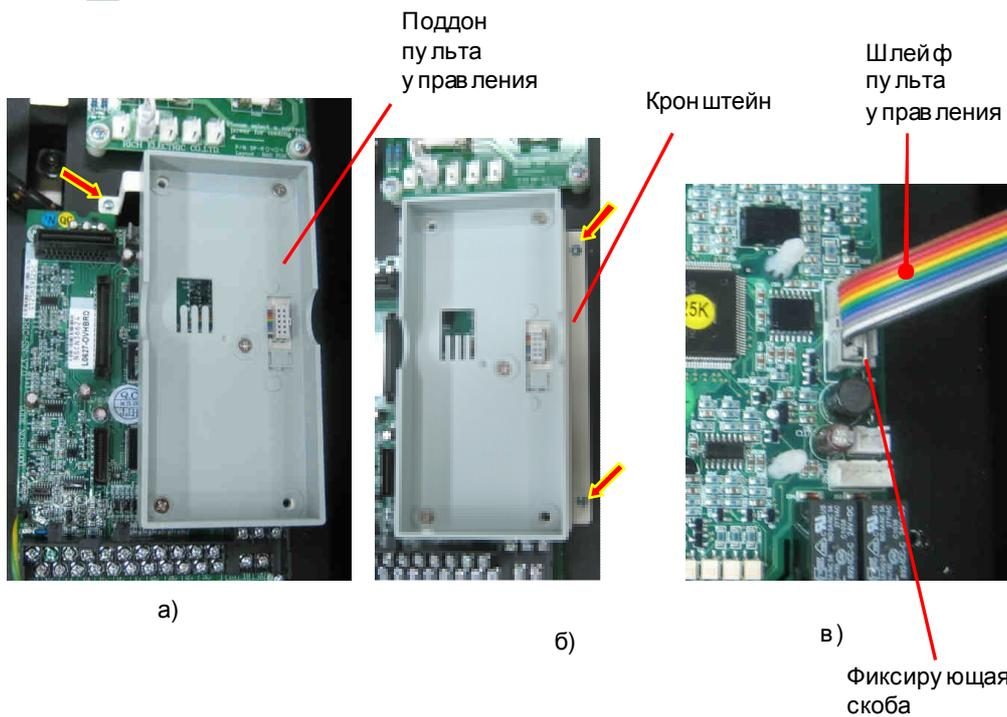

Рис. 6.3.
1. Выкрутить три винта крепления кронштейна поддона пульта управления (рис. 6.3а, б, красные стрелки), положить винты в тару.
2. Отвести фиксирующую скобу (рис. 6.3в), отсоединить разъем шлейфа пульта управления от платы ЦП и демонтировать кронштейн с поддоном пульта управления. Положить кронштейн с поддоном пульта управления в тару.